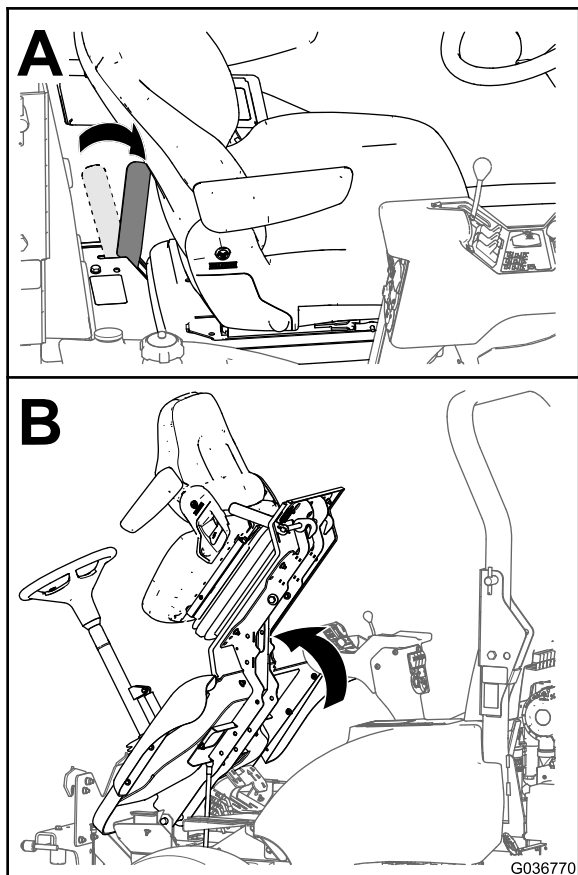

図 4
運転台のラッチハンドルを解除位置にして、図 4のように運転台を前方に倒す。
1. 注意深く運転台を降ろす 図 4 運転台を上げる \(ページ 3\) を参照。
2. 運転台が一番下の位置に近づいてきたら、ラッチのハンドルを機体前方に動かす 図 4 運転台を上げる \(ページ 3\) を参照。